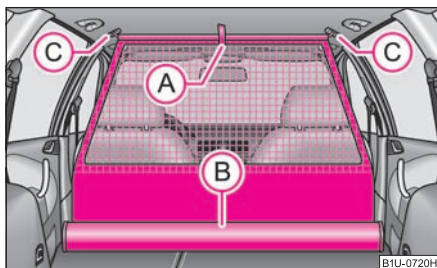

Fig. 77 Quitar la red de separación
- Tire de la red divisoria por la lengüeta (A) y sáquela de la caja (B) ⇒ fig. 77.
- Monte la barra transversal en el alojamiento (C), primero en un lado, y presione la barra transversal hacia delante.
- Sujete de igual modo la barra transversal en el otro lado del vehículo, alojamiento (C).